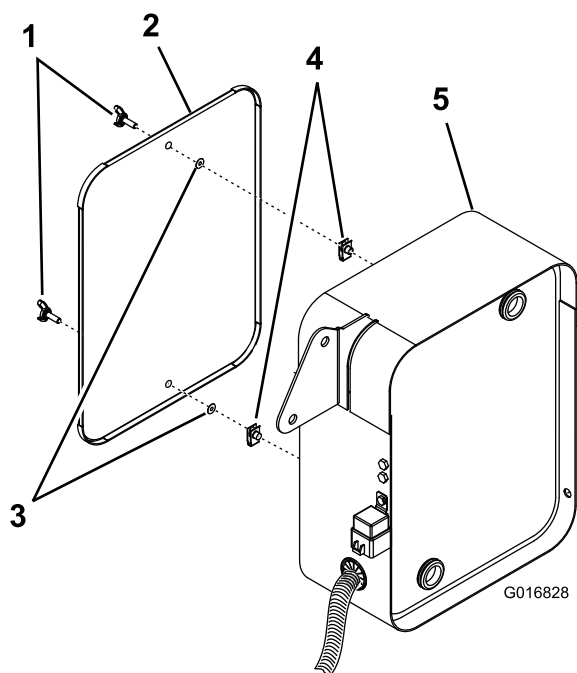

Figura 6
1. Ligue as outras extremidades dos tubos hidráulicos à linha hidráulica e bloco do colector, respectivamente (Figura 6).
5. Instale o filtro do dispositivo de arrefecimento de óleo ao suporte do dispositivo de arrefecimento de óleo com 2 parafusos de orelhas, 2 porcas de retenção e 2 cliques (Figura 6).